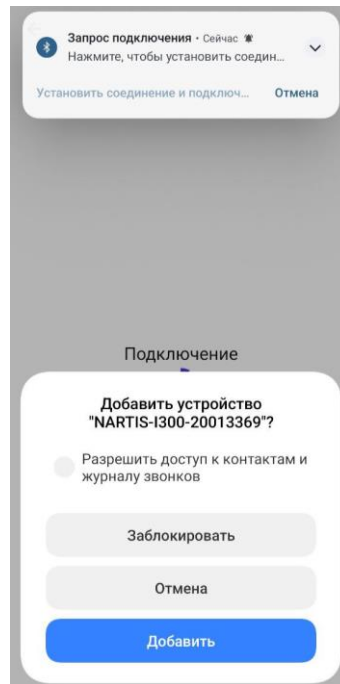

Рисунок 6 – Установление соединения с ПУ
1.8 Дождитесь подключения к ПУ и подтвердите запрос на сопряжение с ПУ (рисунок 6). В процессе подключения приложение автоматически подставляет стандартный пароль на чтение прибора учёта, если он не подходит, приложение запрашивает пользовательский ввод пароля на чтение. Пароль на чтение прибора учёта устанавливается по требованию заказчика, либо стандартный пароль: 00000001. Если выявлено, что стандартный пароль не подходит, требуется запросить пароль на чтение прибора учета у организации, установившей прибор учета/владельца прибора учета, например, сетевой или сбытовой организации. Обычно на приборе учета присутствуют название и контактные данные владельца прибора учета).